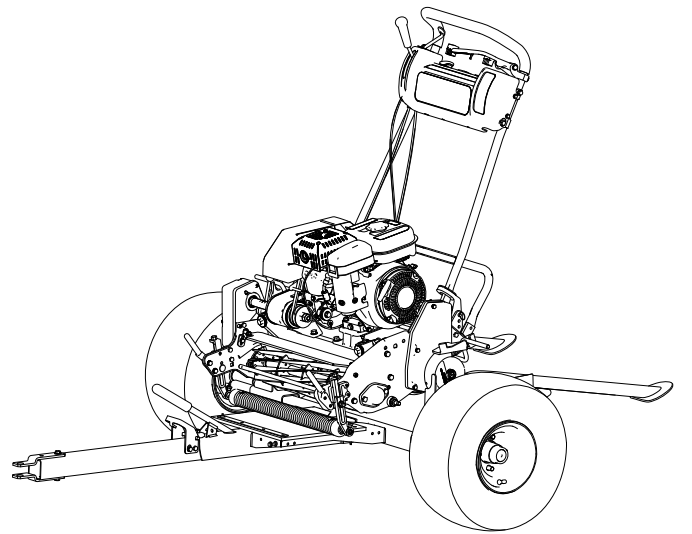

Figura 12
3. Îndepărtai coul de pe maina de tuns iarba, decuplează antrenarea tamburului și mutai clapeta de accelerație în poziția cea mai lentă. Conduceți **încet** maina de tuns iarba pe remorcă până când atingeți opritoarele de roi (Figura 12).